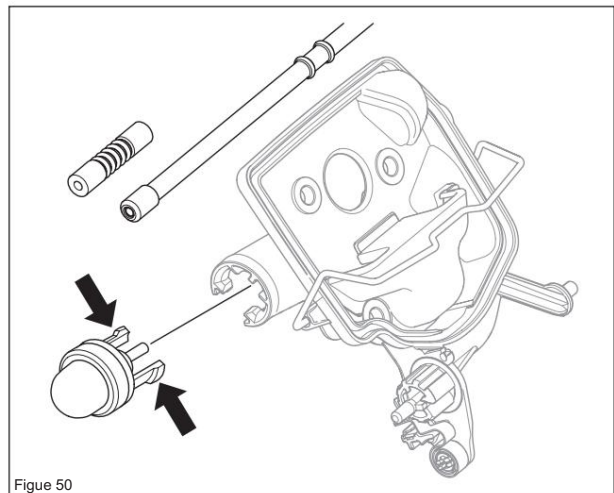

Figure 50
3. Encliquez la purge dans le porte-filtre. (voir figure 50)